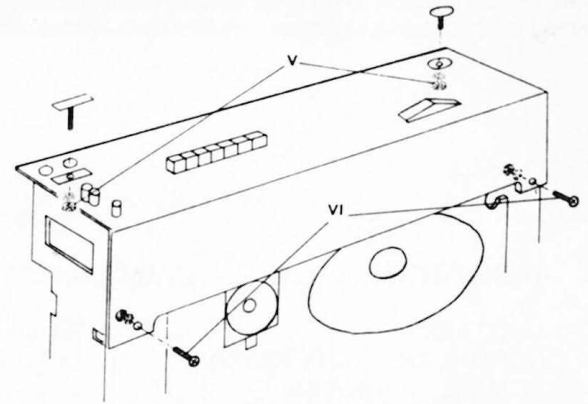

Fig. 3
3. DÉMONTAGE DU CADRAN (fig. 3)
- Après avoir extrait le châssis de l'ébénisterie comme comme indiqué § 2, dévisser les 2 écrous (V) serrant l'enjoliveur MA - MF et la vignette VSM.
- Dévisser les 2 vis (VI).